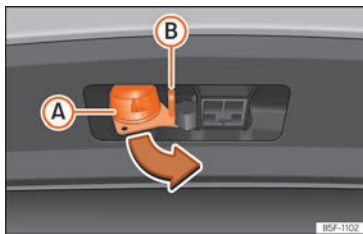

Abb. 190 13-polige Steckverbindung drehen
- Halten Sie die Steckverbindung im Bereich **(A)** und ziehen Sie sie in Pfeilrichtung heraus »» **Abb. 190**.
- Öffnen Sie die Abdeckung der Steckverbindung **(A)** und verbinden Sie den Anhänger »» **Abb. 190**.
- Hängen Sie das Halteseil des Anhängers in die Sicherheitsöse ein »» **Abb. 190 (B)**. Beim Einhängen muss das Halteseil in allen Anhängerspositionen zum Fahrzeug **durchhängen** (scharfe Kurven, Rückwärtsfahrt usw.).